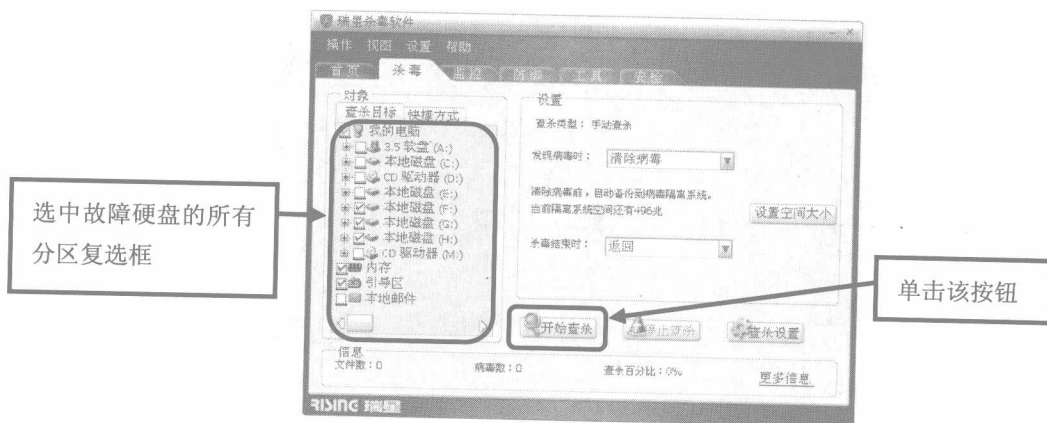
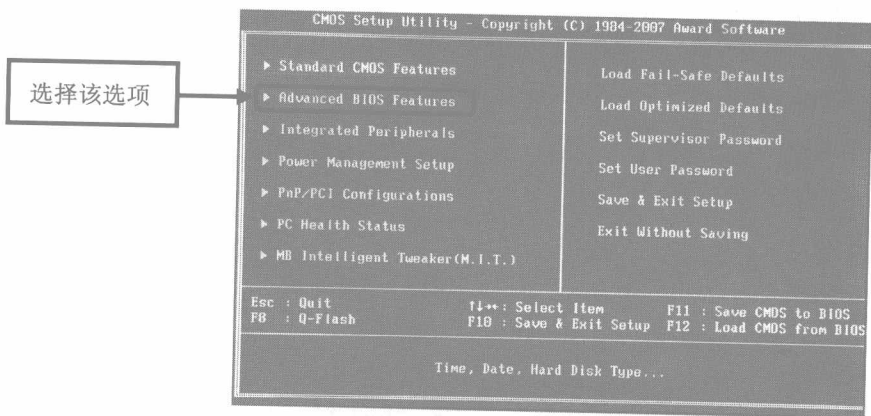

图 1-2
图 1-3
- ① 将故障硬盘挂接到其他电脑中,然后使用杀毒软件对故障硬盘的所有分区进行杀毒,这里使用瑞星杀毒软件杀毒。图 1-2 所示为瑞星杀毒软件的主界面,在【查杀目标】列表框中选中故障硬盘的所有分区复选框,然后单击  按钮即可对所选分区进行杀毒。
- ② 如果杀毒后故障依旧,则需重新安装操作系统。
- ③ 首先将系统安装盘插入光驱中,然后进入 BIOS 程序设置系统从光盘启动。重新启动电脑,在未进入系统之前按下【Del】键进入如图 1-3 所示的 BIOS 设置主界面,然后按下【↓】键选择【Advanced BIOS Features】选项,接着按下【Enter】键。